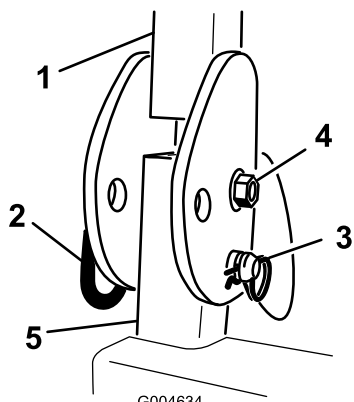

Figura 4
1. Rimuovete le coppiglie e le 2 spine dal roll bar (Figura 4).
2. Alzate completamente il roll bar e montate le 2 spine, quindi fissatele con le spine delle coppiglie (Figura 4).